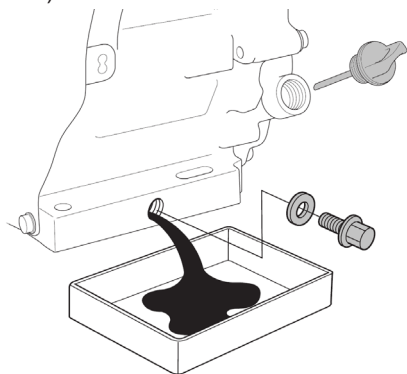

Рис. 16 Замена масла в двигателе
4. Очистите от загрязнений крышку-щуп и зону вокруг маслозаливной горловины. Извлеките крышку-щуп из маслозаливной горловины (Рис. 16) и протрите щуп чистой ветошью.
5. Открутите пробку для слива масла и слейте отработанное масло в подготовленную для этого емкость (Рис. 16).